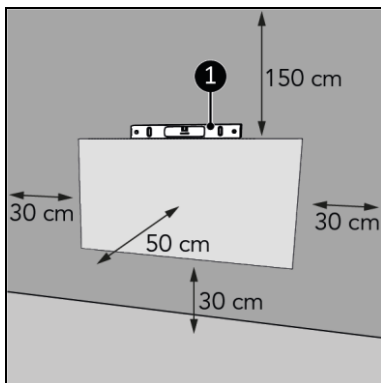

Figura 9
1. Așezați dispozitivul pe o suprafață verticală și solidă. Utilizați o nivelă cu bulă de aer atunci când amplasați dispozitivul (Figura 9, poz. 1).
2. Așezați dispozitivul la o distanță minimă (Figura 9) de: